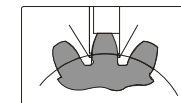

Fig.3
---Mueva el calibre para que la mordaza vernier horizontal entre en contacto con el lado izquierdo del engranaje medido. Gire la rueda de ajuste fino para mover la mordaza y hacer que la otra mordaza entre en contacto con el lado derecho (Fig. 3), apriete el tornillo de bloqueo, retire el calibre y obtenga el espesor cordal.